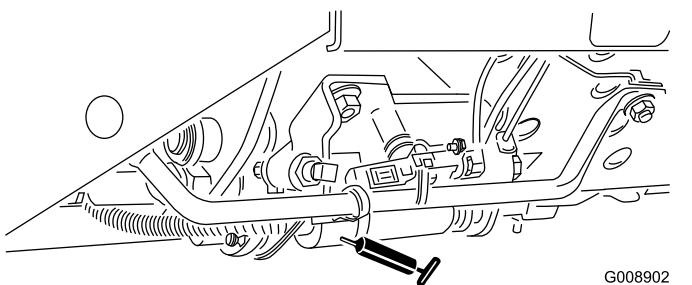

Рисунок 45
- Ползунок режима скашивания/транспортировки (Рисунок 45)